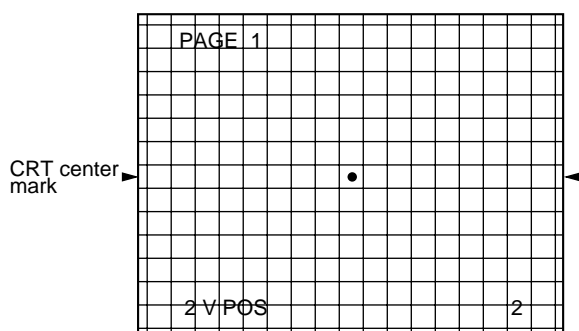

Fig.1-2
- ・ 治具リモコンの音量キーにて、クロスハッチ画面中心のドットマークが縦方向真中に位置するように調整する。Fig. 1-2